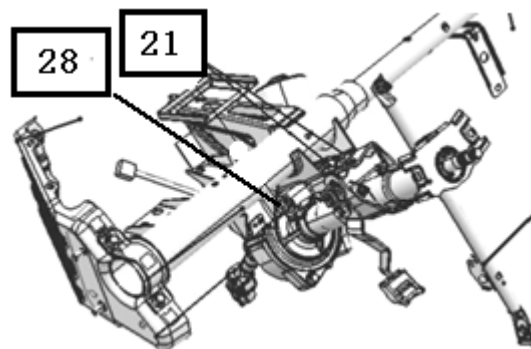

图13
(2) 从转向管柱总成上脱开接头和线束卡子。
(3) 拆下 3 个螺栓和转向管柱总成，如图13所示。